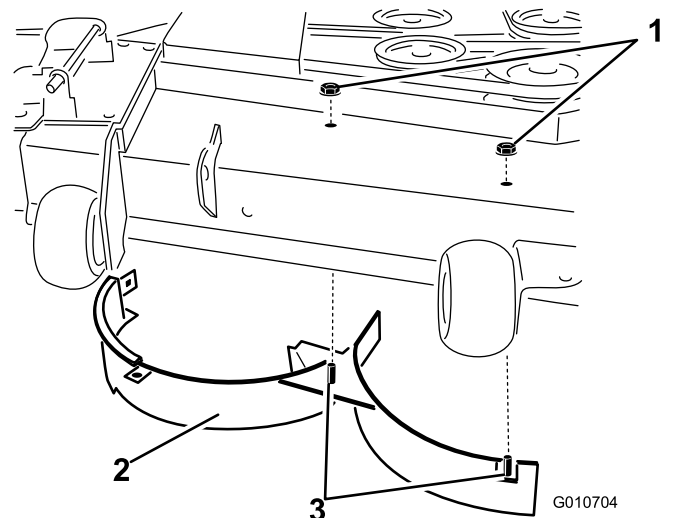

Figura 14
8. Retire las 2 contratuercas (5/16") que sujetan las clavijas soldadas del deflector derecho a la parte superior de la carcasa del cortacésped en las posiciones centro y centro derecha (Figura 14).